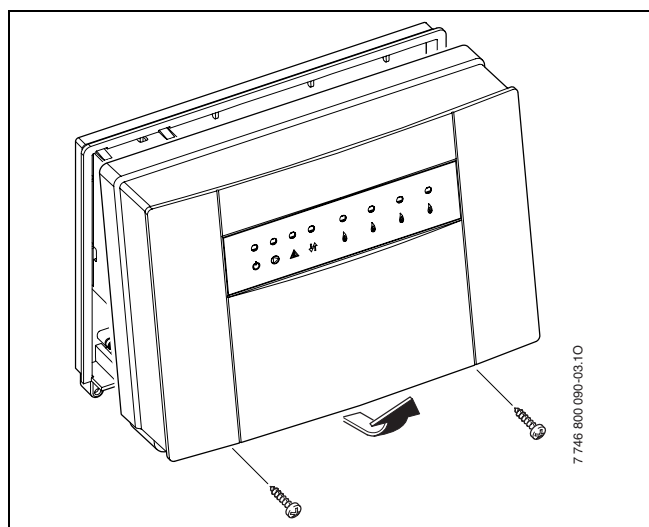

Fig. 7
- ▶ Abrir a caixa do módulo ICM (ICM master) (→ fig. 7).